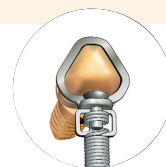

Figura 2
- Alinee el ojal en forma de delta de la conexión del muelle en espiral con la cabeza triangular del tornillo (Figura 2).